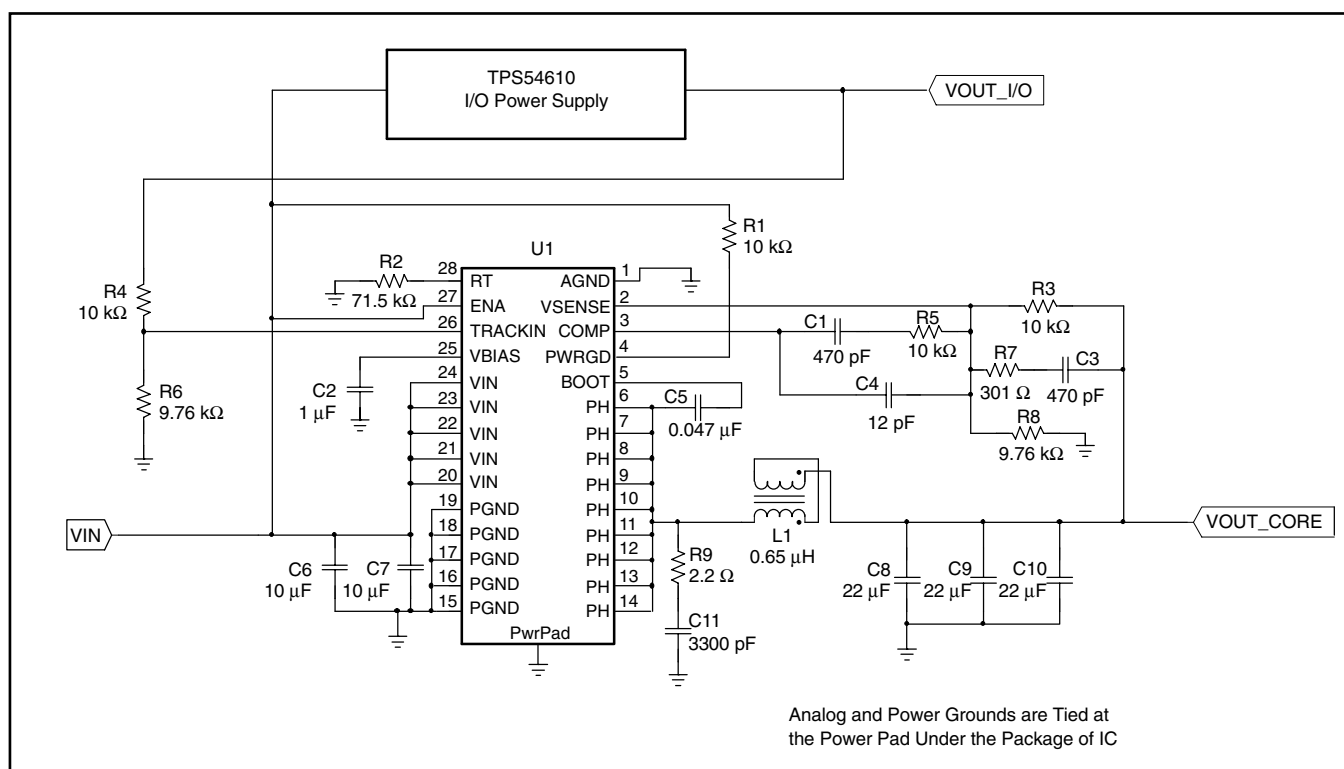

図9. アプリケーション回路
(1) 設計において規定されています。
(2) 抵抗性静負荷のみの場合です。
(3) 図9の回路での規定です。
図9にTPS54680の代表的なアプリケーション回路図を示します。TPS54680 (U1) は標準出力電圧1.8V時6A以上の出力電流を供給することができます。適切な熱特性を実現するには、ICパッケージの底面にむき出しの熱対策用のPowerPADをプリント基板にはんだ付けしなければなりません。電源立ち上がりのトラッキングを行うには、I/O電源のイネーブルを使用してください。I/Oイネーブルを電源の立ち上がりには使用しない場合は、確実に電源立ち上がりのトラッキングを行うために同程度の低電圧ロックアウトのスレッシュホールド電圧をもつデバイスを使用することが必要となります。一方、確実に電源立ち下りのトラッキングを行うには、イネーブル端子を使用しなければなりません。